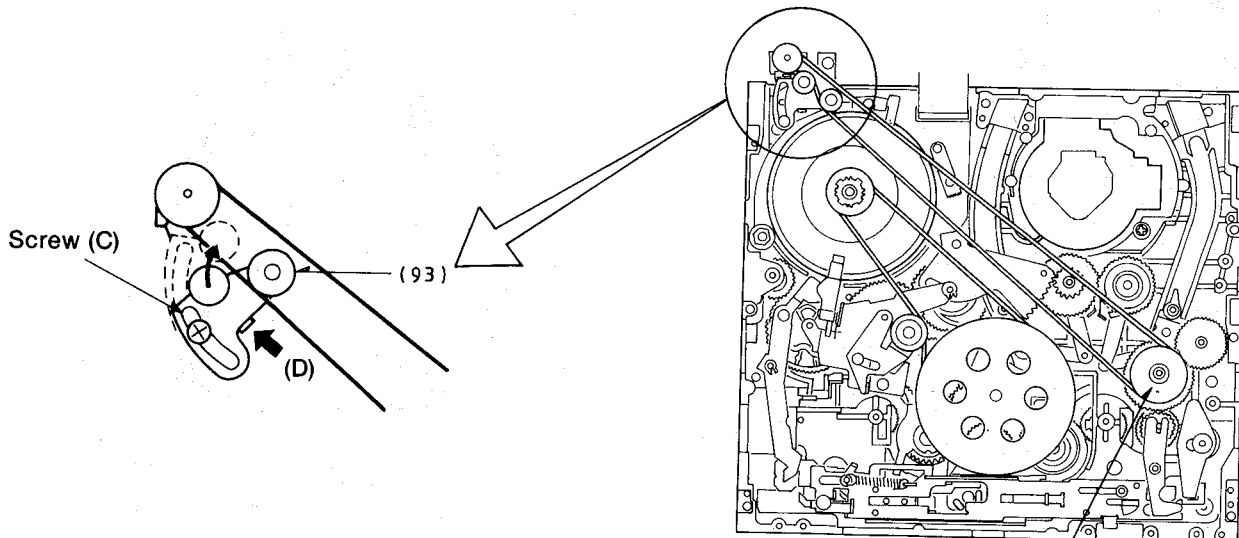

Fig. 18
- Schraube (C) lösen (Fig. 18).
- Kontaktor am Punkt (D) ansetzen und Spannrollenhebel (93) in Pfeilrichtung (D) drücken.
- Zeigt die Skala des Kontaktors $2,25 \text{ N} \pm 0,25 \text{ N}$ (Einstellwert) an, Schraube (C) anziehen.
- Loosen the screw (C), (Fig. 18)
- Fit the Tension Gauge to point (D) and press the tension roller lever (93) in the direction of the arrow (D).
- When the Tension Gauge indicates $2.25 \text{ N} \pm 0.25 \text{ N}$ (Specified Value), tighten the screw (C).